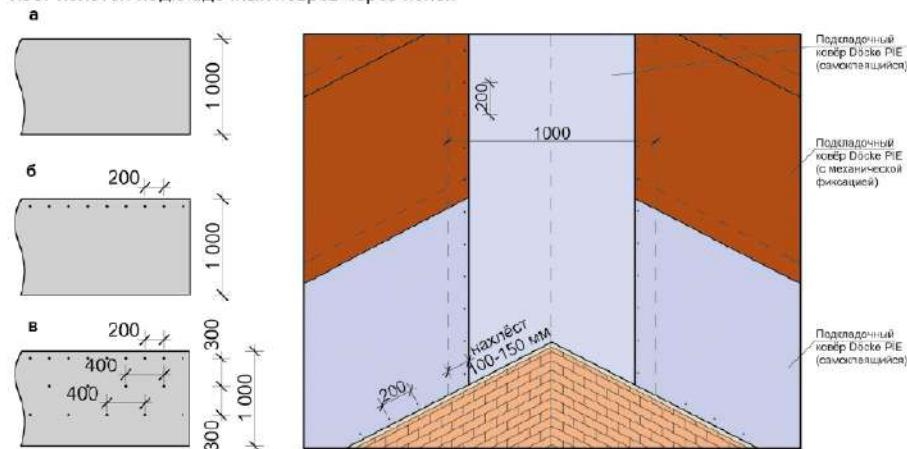

Рис. 11. Схема расположения крепёжных подкладочных ковров Döcke.
4.1.4 Самоклеящиеся подкладочные ковры Döcke допустимо монтировать без дополнительной механической фиксации при температуре окружающего воздуха не ниже +15 °C (рис. 11а). Самоклеящийся подкладочный ковёр необходимо крепить гвоздями (тип 1, таблица №1) по схеме приведённой на рис. 11в в тех случаях, когда планируются перерывы в работе, а так же в случае осуществления монтажа при температуре ниже +15 °C.